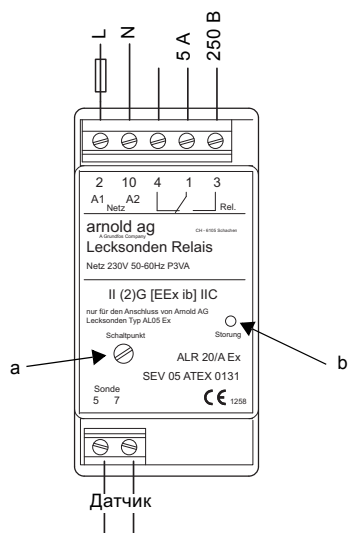

Рис. 9 Реле ALR-20/A-Ex
1. Вращайте регулировочный винт (поз. а) до тех пор, пока не загорится индикатор (поз. б) реле. См. рис. 9.